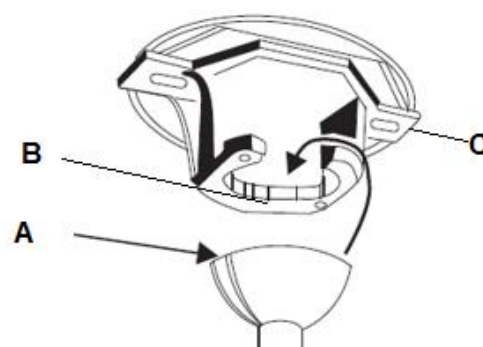

Fig. 5
Soulevez le ventilateur complet pour le placer sur le support de montage. Assurez-vous que l'encoche clé (A) de la rotule de suspension est positionnée sur la goupille clé (B) du support de montage (C) pour empêcher le ventilateur de tourner lorsqu'il fonctionne. (Fig. 5)
- Accrochez le ventilateur (voir « Suspension du ventilateur » Fig. 5, page 6).